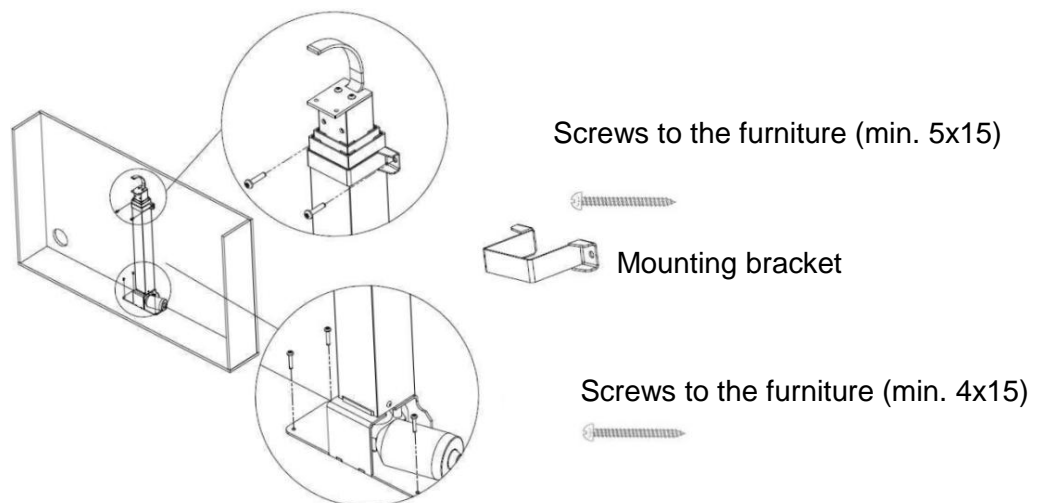

Abb. 2
- 123. Verwenden Sie die mitgelieferte Montagehalterung und befestigen Sie die Säule an der Rückseite des Schrankes (Abb. 2).
124. Befestigen Sie den Lift mit Schrauben am Möbelstück (Abb. 2)